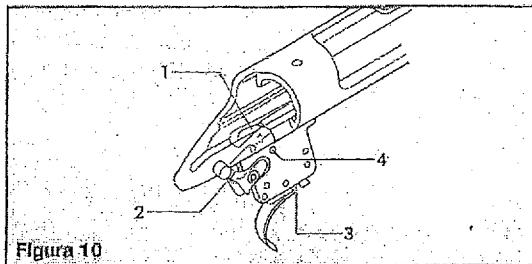

Figura 10
6. Rocíe con aceite Rem™ el cajón de mecanismos y los cuatro puntos del mecanismo del gatillo. Vea la Figura 10. Deje reposar durante 15 minutos. Rocíe otra vez para lavar los componentes. Sacúdalos para eliminar el exceso de lubricante.